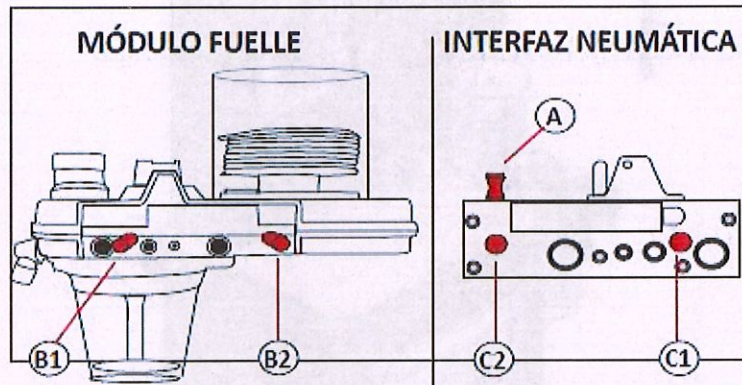

Figura 8: Montaje del módulo fuelle en la máquina de anestesia 1625++
1. Se debe girar hacia la derecha la perilla de fijación del módulo fuelle, indicado como "A" en la Figura 8, para permitir la conexión del mismo a la máquina de anestesia 1625++.
2. Luego, debe colocar los conectores del módulo fuelle indicados en la Figura 8 por "B1" y "B2" de forma que los mismos coincidan con los orificios de la interfaz del equipo (Figura 8, detalles de "C1" y "C2"). Siguiendo la nomenclatura, "B1" debe encajar en "C1" y "B2" debe encajar en "C2".